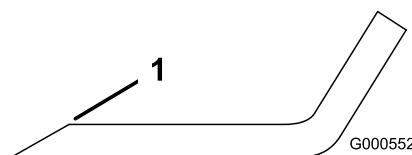

Figura 62
1. Utilize uma lima para afiar aresta de corte em ambas as extremidades da lâmina (Figura 62).
Nota: Se lâmina não estiver equilibrada, lime algum metal da extremidade da aba apenas (Figura 62).